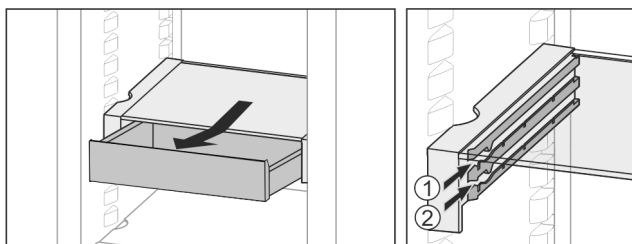

Fig. 24
- ▶ 在任意高度 Fig. 24 (1) 或 Fig. 24 (2) 推入。